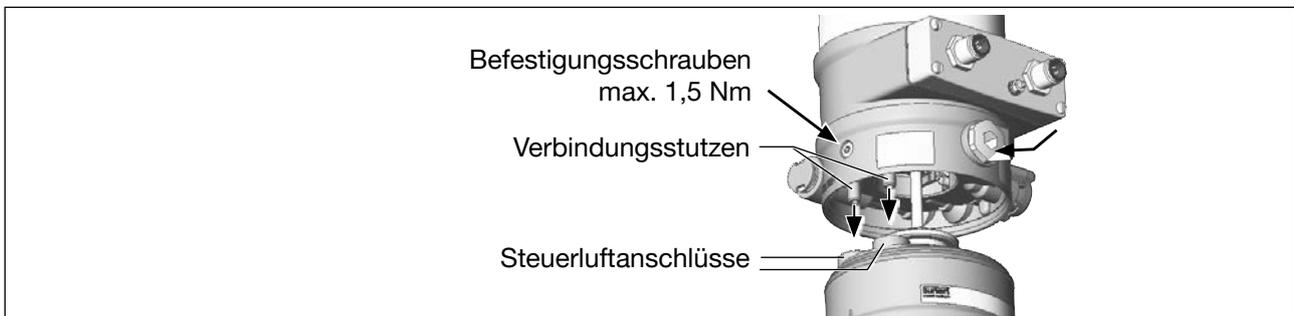

Bild 15: Ausrichten der Steuerluftanschlüsse
1. Die Steuerluftanschlüsse des Antriebs zu den Verbindungsstutzen des Typs 8692/8693 (siehe Bild 15).